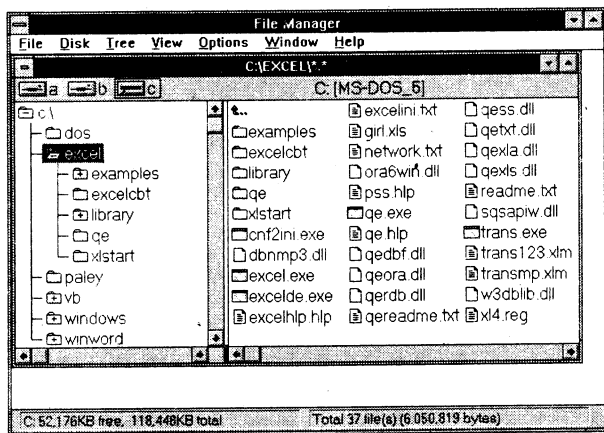

图2 文件管理器(一)
文件管理器作为 Windows 3.1 的另一可选外壳程序(见图2), 提供面向文件的系统管理方式, 它的主要功能就是帮助用户管理磁盘上的文件和目录并处理如拷贝、格式化等一些繁杂事务。盘、目录和文件是文件
(1)目录树窗口(图2左窗口),包括盘驱动器的所有当前目录和其它目录的肖像;
(2)目录子窗口(图2右窗口),包括一个目录的整个结构及其所含文件的详细信息。
如图2所示,目录树窗口和目录窗口共用盘驱动器肖像、盘卷标,应用程序窗口标题栏则显示了当前盘驱动器的目录路径。两种窗口间由分格条(split)隔开。
1. 目录树窗口 File Manager 目录树窗口中目录被符号化为两种文件目录肖像:关闭的目录肖像(如图2中 DOS、VB 等目录)和打开的目录肖像(如图2中 EXCEL 目录)。打开的目录肖像表明当前所选择的目录(如图2中 EXCEL 即为当前选择的目录)。
观察目录树窗口时,首先显示当前盘的根目录和第一级子目录。通过选择 Tree 菜单的 Indicate Expandable Branchs (指示可展开分支)将使目录树窗口中的目录肖像里有“+”或“-”符号。如果目录肖像显示有“+”(如图2中 VB 目录),说明该目录含有下一级子目录;如果下一级子目录已经被显示或被展开,则目录肖像中的“+”变为“-”(如图2中 EXCEL 目录);目录肖像里既无“+”,又无“-”时,说明该目录不含有子目录(如图2中 DOS 目录)。显示子目录的方式有三种:
2. 目录窗口 File Manager 目录窗口中的文件目录肖像也表示一个目录,但它只表明这是当前目录下的一个子目录(例如图2目录窗口中的 examples、q 文件目录就是当前 EXCEL 父目录的子目录)。目录窗口顶部带有两点的上指箭头是一个“回溯”肖像,代表当前目录的父目录。File Manager 中文件的类型主要有:
(1)顶部有一横线的长方形代表一个可执行程序或文件,它们是带有 BAT、COM、EXE、或 PIF 扩展名的文件(例图2中 excel.exe、trans.exe 等)。
(2)内有若干横线的折了一角的书页符号代表一文档文件。文档文件作为一种数据文件已与一个应用程序相连接,通过鼠标双击该肖像可启动该文档文件及与之相关联的应用程序(例图2中 qe.hlp、girl.xls 等)。
(3)没有横线的书页符号代表一个没有被连接的数据文件,用户不能直观读取和编辑(例图2中 dbnmp3.dll 等)